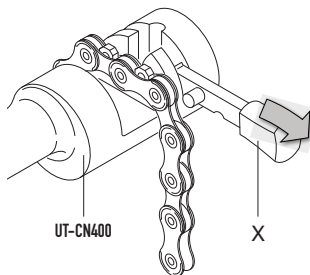

Fig.3
- Preparate l'utensile **UT-CN400**, posizionando la linguetta in modalità di apertura (X - Fig. 3).
- Inserite la maglia da aprire nell'utensile **UT-CN400** (Fig. 3) avendo cura di terminare con una maglia interna;